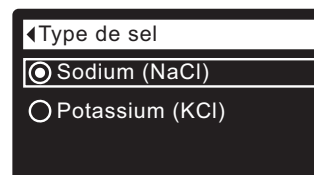

FIG. 42
5. Appuyez sur le sélecteur (O) pour afficher le menu du **type de sel** (cf. Figure 42).
6. Si le cercle vis-à-vis du type de sel souhaité a déjà un point (cf. Figure 42), passez à l'étape 7. Sinon, appuyez sur le bouton BAS (▼) ou HAUT (▲) du conditionneur/de l'adoucisseur pour passer à l'autre type de sel, puis sur le sélecteur (O) pour confirmer votre choix.
7. Appuyez sur le sélecteur (O) : l'afficheur revient au menu de réglage du sel.